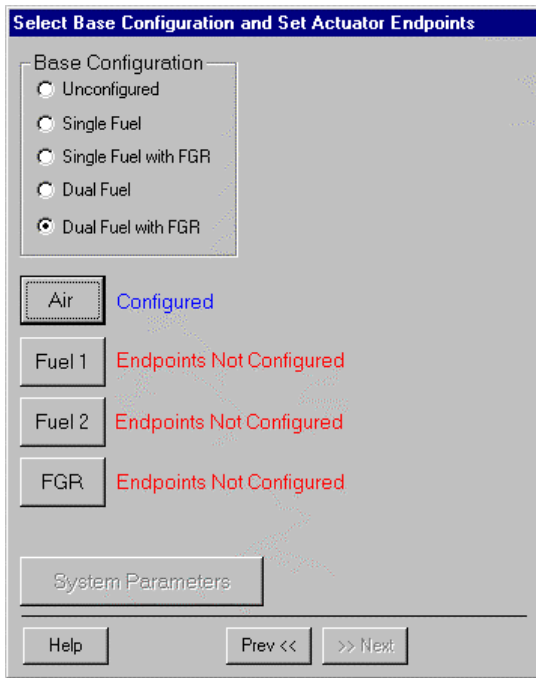
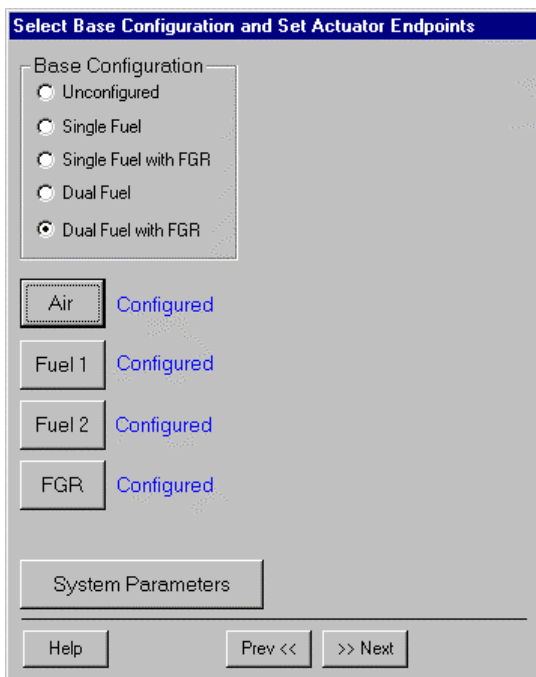

図 13 : 空気が構成済み
図 14 : 基本構成が設定済み、アクチュエーターが構成済み、システムパラメーター画面を選択可能
- 次（Next）**：このボタンを押すと基本構成の選択画面に移動します。この画面上で要求されたアクションを完了するまで次の画面に移動することはできません。図 13、図 14 を参照してください。